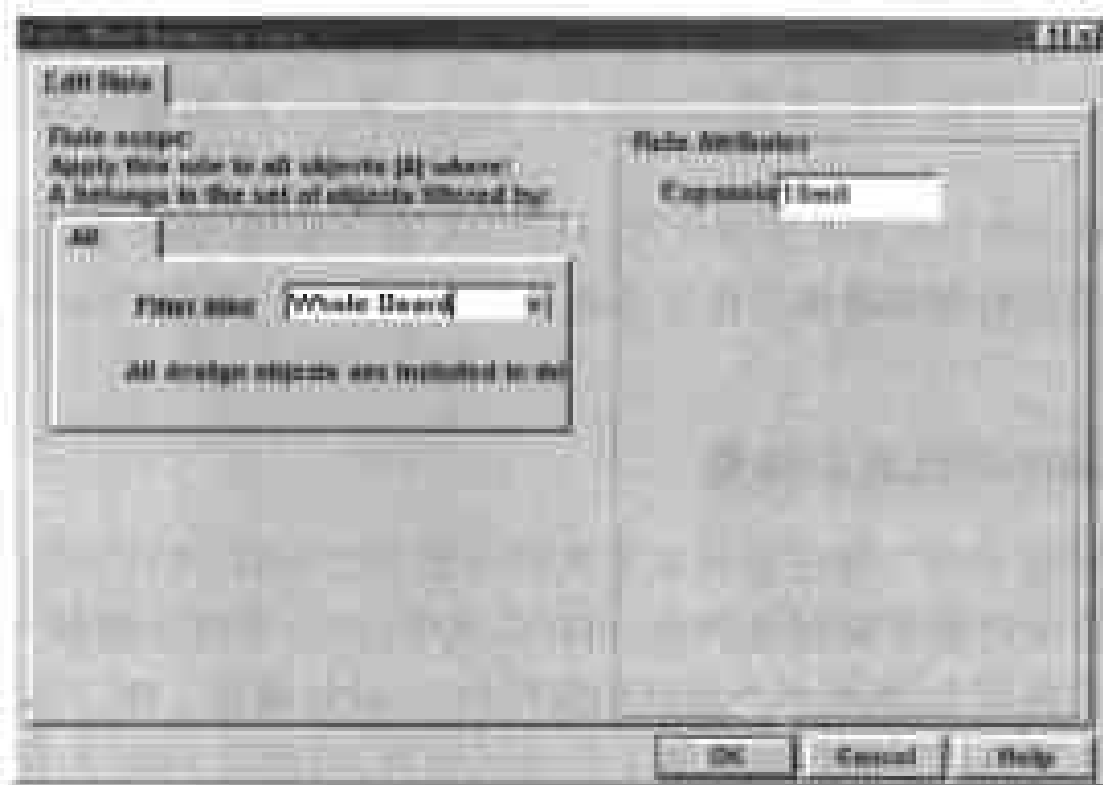

图 9-23 设置 SMD 焊盘延伸量的对话框
(2) 在对话框底部单击 Add 命令按钮, 弹出如图 9-23 所示的对话框, 供用户设置 SMD 焊盘延伸量的最小值。
(3) 在对话框左边单击 Filter kind 选项的下拉列表框, 在弹出的下拉列表中提供了 Whole Board, Layer, Object Kind, Component Class, Component, Net Class, Net 和 Pad 这 8 个选项, 供用户设定此规则的适用范围, 此选项的取值将反映在 Design Rules 对话框下部方框中的 Scope 栏中。这些选项的作用在前面都已经介绍过了, 这里就不赘述了。
(4) 在对话框右边的 Expansion 选项的输入框中输入数值, 设置 SMD 焊盘延伸量的最